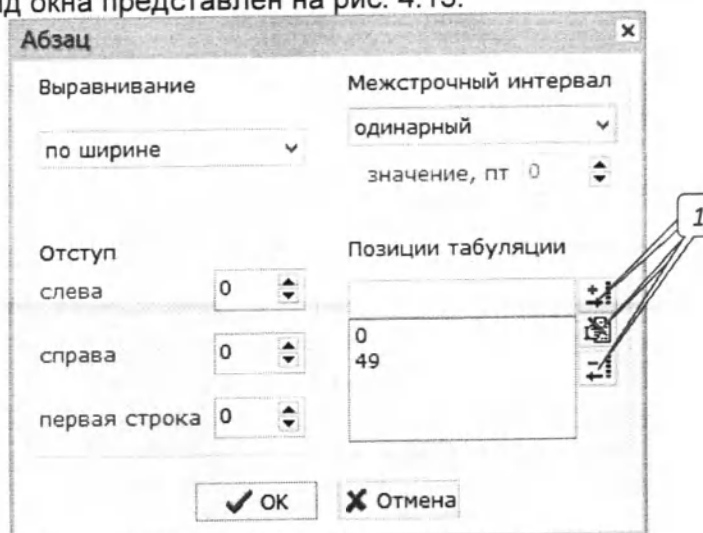

Рис. 4.15. Окно управления форматированием текущего абзаца текста «Абзац»
- При нажатии на кнопку «Абзац» (сноска 17) открывается одноименное диалоговое окно, с помощью которого можно изменить параметры форматирования текущего абзаца: выравнивание текста, отступы слева, справа, первой строки абзаца, межстрочный интервал и позиции табуляции. Внешний вид окна представлен на рис. 4.15.